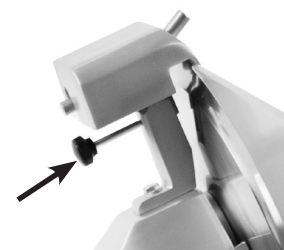

Figure 11-3
7. Retirez l'affûteur de lame. Desserrez la vis sur le cou de l'affûteur, puis soulevez l'affûteur et écartez-le de la trancheuse (Fig. 11-3).